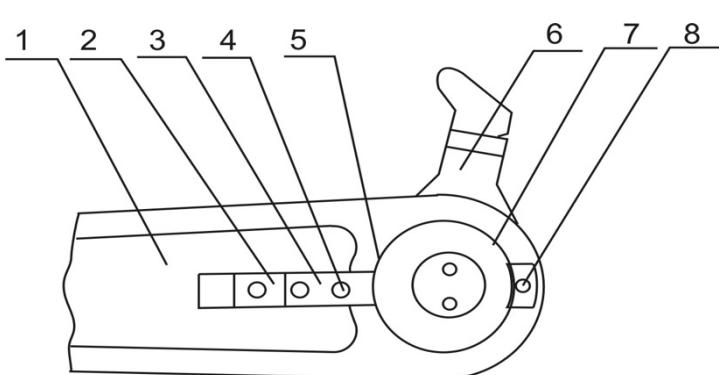

Рис..2. Установочный механизм эксцентриковой зубчатой передачи
- 2.5.1. Как изображено на рис. 2, эксцентрическая втулка передачи (5) установлена между левыми и правыми отверстиями соединительного стержня и внутренней эксцентриковой втулкой (4). Чтобы ослабить заднюю опорную плиту домкрата (2) и переднюю зубчатую плиту (3), вращать регулирующую ведущую шестерню (6) с помощью регулирующим гаечным ключом (принадлежность), приводить эксцентрическую втулку зубчатой передачи для поворота в определенное некоторое положение, следует отрегулировать расстояние высечки с помощью пресса между станиной пресса и плоской пластиной основания станка или левых и правых параллелизмов. Размер регулировки расстояния плоской пластины составляет -1 ± 10 мм, после отладки эксцентрическая зубчатая передача закрепляется с помощью задней опорной пластины домкрата (2) и передней зубчатой пластины (3).